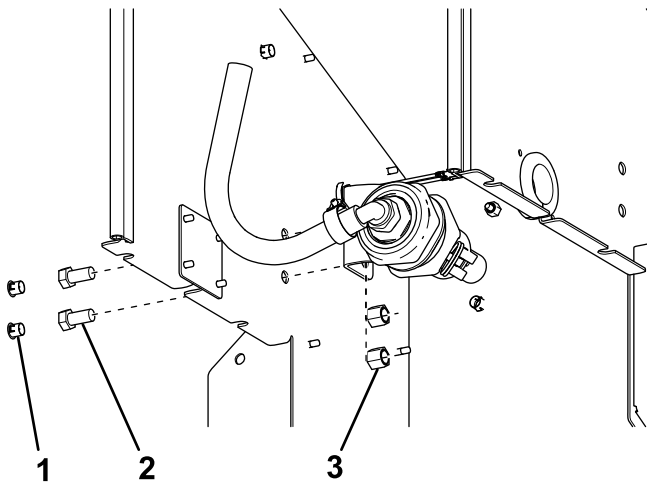

Figure 12
- Pour les épandeurs à chaîne articulée Forge 2.0, retirez les 2 obturateurs sur capot arrière et insérez le support à leur place, comme montré à la Figure 12.